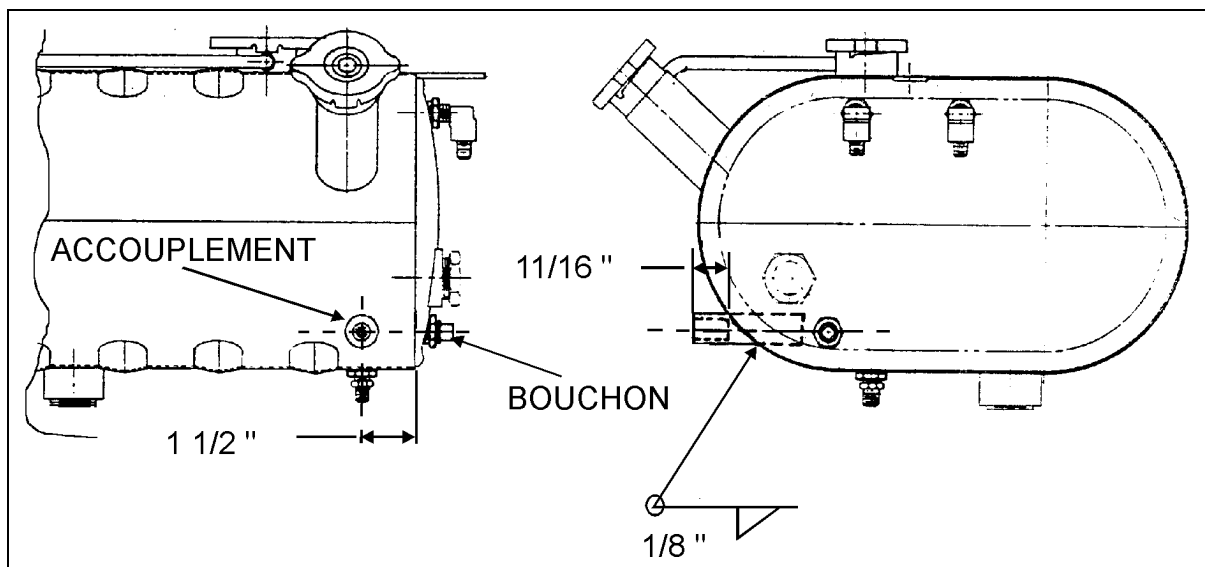

FIGURE 2: RÉSERVOIR D'EXPANSION
6. Percer le réservoir d'expansion avec une mèche de  $\frac{3}{4}$  de pouce de diamètre. Se référer à la figure 2 pour le positionnement du trou.